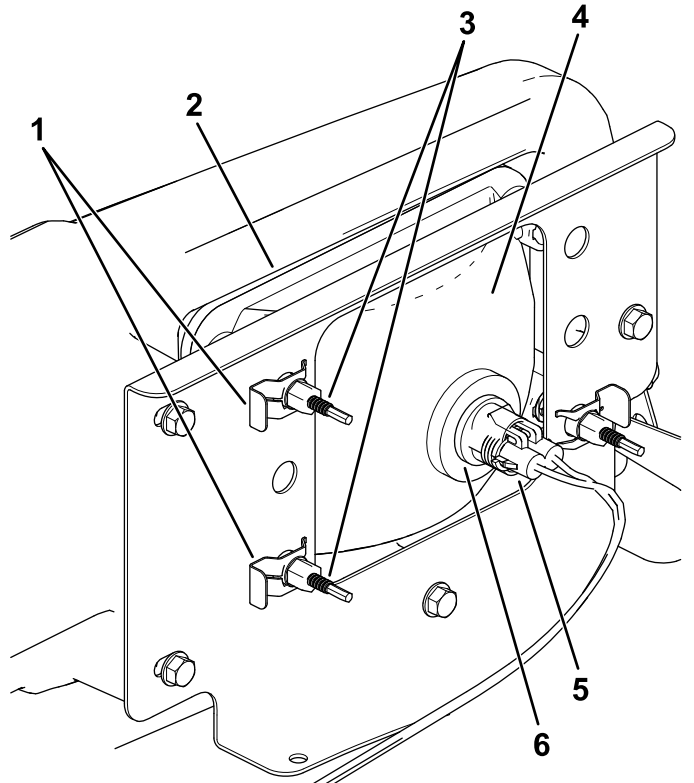

Figura 49
3. Scollegate il connettore elettrico del cablaggio dal connettore del gruppo luci (Figura 49).
4. Togliete i fermagli che tengono bloccato il faro anteriore sulla relativa staffa (Figura 49).
5. Rimuovete il gruppo faro anteriore spostandolo in avanti attraverso l'apertura nel paraurti anteriore (Figura 49).
6. Montate il nuovo faro anteriore attraverso l'apertura nel paraurti (Figura 49).
8. Collegate il connettore elettrico del cablaggio al connettore del nuovo gruppo luci (Figura 49).
5. Sul retro del gruppo faro, ruotate le viti di regolazione (Figura 49) per ruotare il gruppo faro e allineare la posizione di getto del fascio.